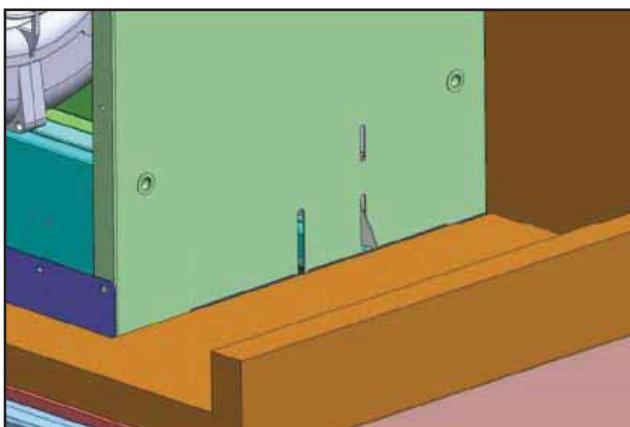

Fig.5
- 4) Des attaches à ressort sont situées sur les côtés gauche et droit du boîtier de la hotte. Elles tiendront temporairement la hotte en place, Fig.5.